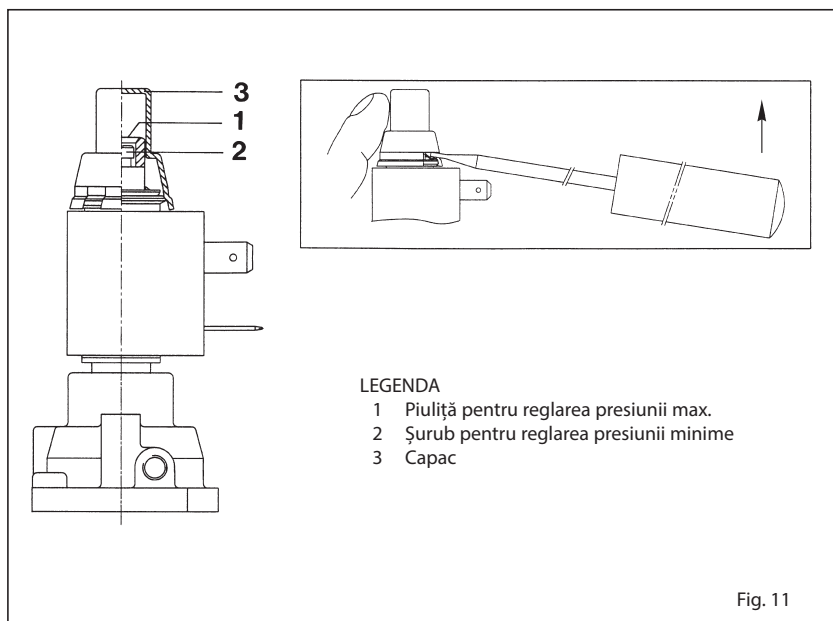

Fig. 11
4.2.1 Reglarea presiunii maxime (fig. 11)
4.2.2 Reglarea presiunii minime (fig. 11)